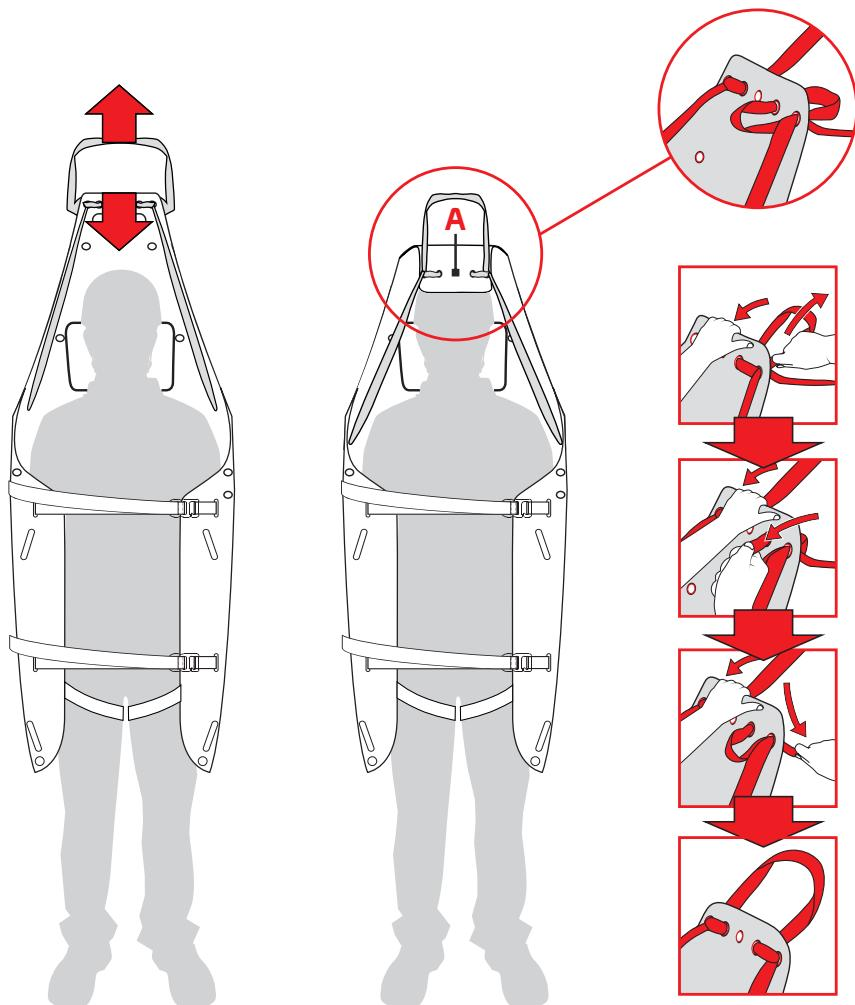

Abb. 12
- die Beinschlaufen (L) in die Langlöcher A4 der Liegefäche einlegen und die Automatikschnallen (G) lösen (Abb. 12).
- Schleppen: die Schlinge (E) spannen um das Endteil der Liegefläche (A) so anzuheben, dass der Kopf des Patienten gehalten wird und dieser gesichert werden kann (Abb. 12).